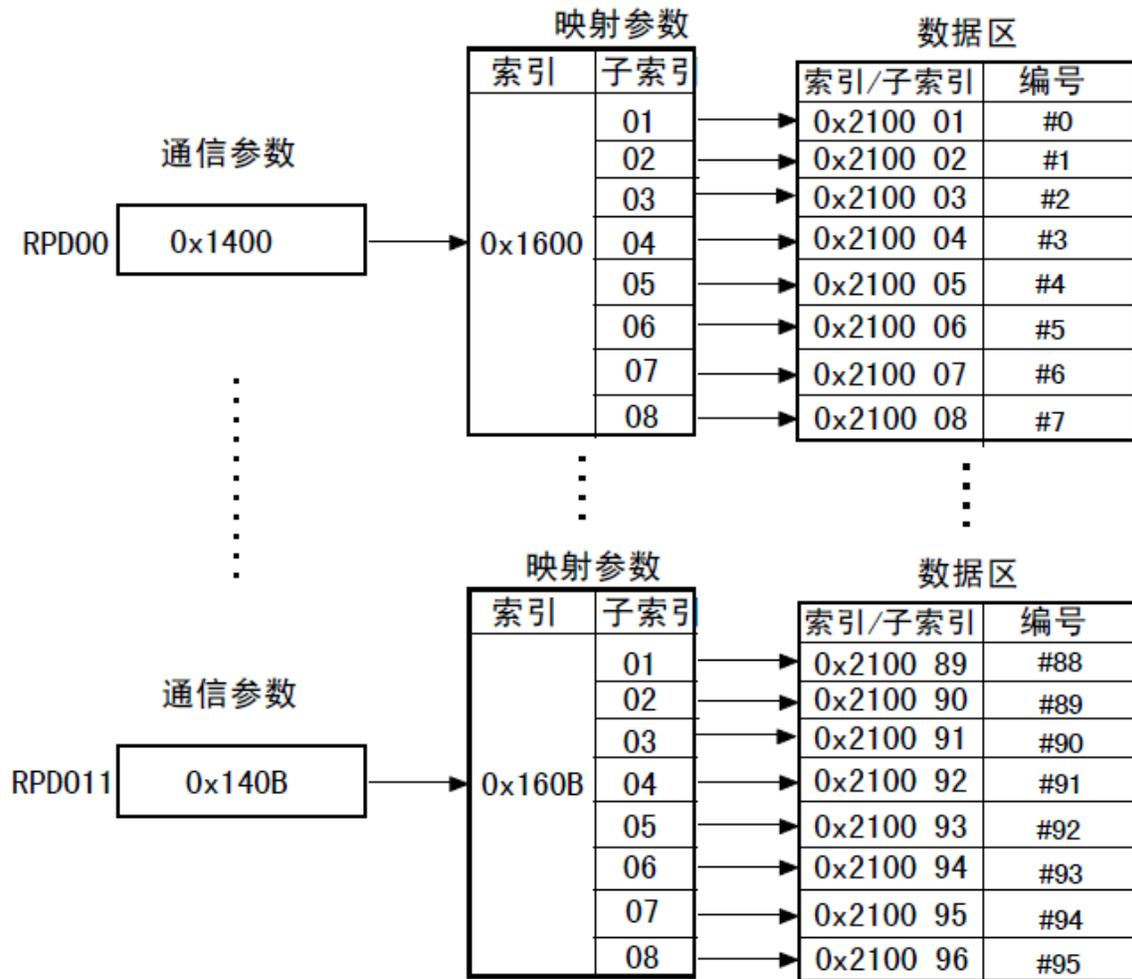

图4.1 RPDO映射关系
在GCAN-305出厂时已经为每个PDO预定义了映射对象, 如图4.1所示, 全部RPDO的数据映射项都默认连接到GCAN-305模块的8 bit 输出区。即当RPDO接收到来自网络的数据之后, 把数据更新到所对应的输出数据区, 当数据更新完成之后, GCAN-305会给出一个中断信号 (高电平→低电平), 当数据未被读取时中断信号引脚将一址保持低电平, 数据被读出之后中断引脚将保持在高电平。
**例：**假设GCAN-305节点为0x03，采用预定义连接，则RPDO0的COB-ID为0x203。则其接收的TPDO COB-ID也应为0x203如表4.25所示，该TPDO正好与节点Node ID为0x03的RPDO1的COB-ID相同，则该RPDO接收这帧PDO数据，并且按照图4.1所示的映射关系图把数据更新到数据输出区，最后输出缓冲区对应的数据如表4.26所示。